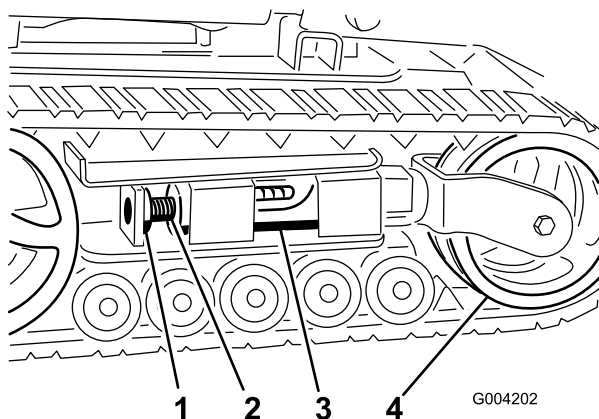
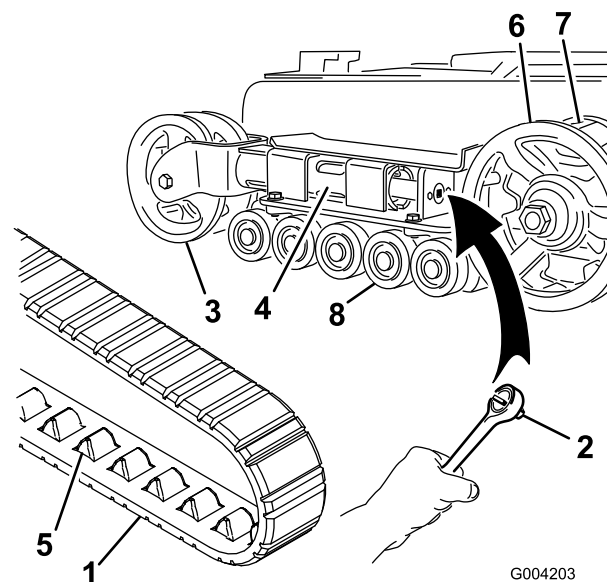

Figure 62
Figure 63
3. Enlevez le boulon et l'écrou de blocage (Figure 62).
4. A l'aide d'un entraînement carré de 1/2 po (Figure 63), tournez la vis de tension dans le sens
5. Alignez l'encoche la plus proche dans la vis de tension avec le trou du boulon de blocage et fixez la vis avec le boulon et l'écrou de blocage (Figure 62).
4. A l'aide d'un entraînement carré de 1/2 po, tournez la vis de tension dans le sens horaire pour détendre la transmission (Figure 62 et Figure 63).
5. Poussez la roue de tension vers l'arrière de la machine pour appuyer le tube de fourche contre le châssis (Figure 63). (S'il ne touche pas le châssis, continuez de tourner la vis de tension jusqu'à ce qu'il le touche).
7. Lorsque la chenille est déchaussée, retirez-la du barbotin et des galets de roulement (Figure 63).
8. Pour installer la chenille neuve, commencez par l'enrouler autour du barbotin, en veillant à ce que les crampons s'engagent correctement entre les entretoises du barbotin (Figure 63).
9. Poussez la chenille sous et entre les galets de roulement (Figure 63).